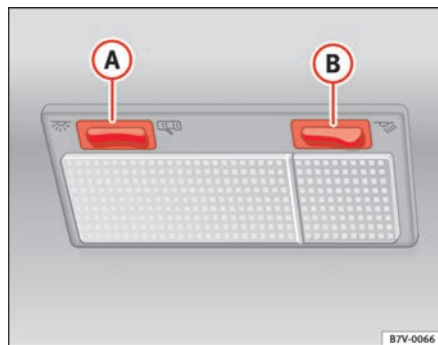

Fig. 74 Revestimiento interior del techo: iluminación interior y de lectura de la parte delantera
El mando basculante ⇒ fig. 74 (A) de las luces interiores tiene las siguientes posiciones: encendido permanente , conexión por contacto de puerta  y apagado.
La luz de lectura del acompañante se enciende y se apaga con la tecla ⇒ fig. 74 (B).